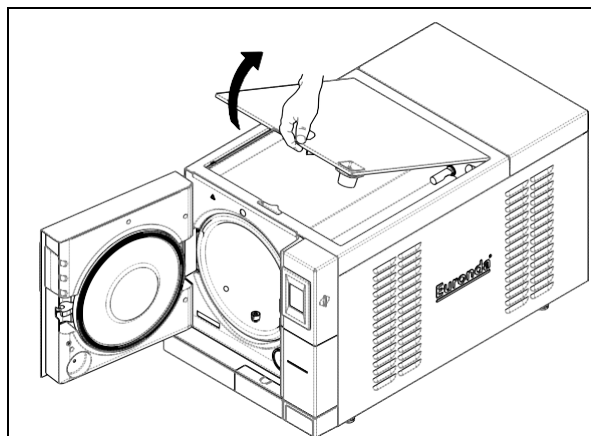
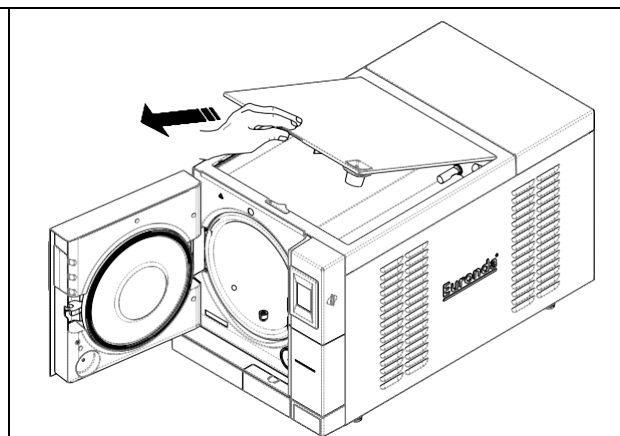

Рис. 8.2-5
Рис. 8.2-6
- поднимите крышку под углом 45° (рис. 8.2-5) и потяните на себя (рис. 8.2-6).